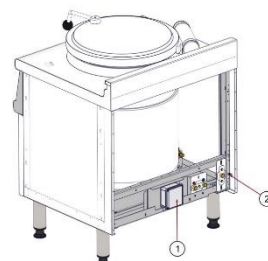

Fig. 6
- Localiser la position du boîtier de raccordement électrique (Fig. 6 – Rep. 1) et de la borne de liaison équipotentielle (Fig. 6 Erreur ! Source du renvoi introuvable.– Rep. 2).